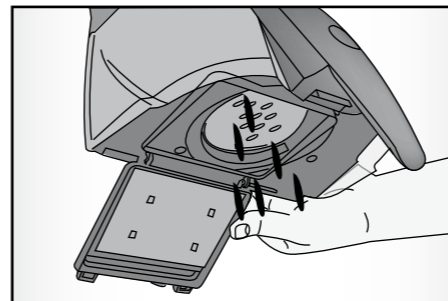

Fig. 9
- Освободить пылесборник (7) от грязи (Рис. 9).
- Для установки на место поместить фильтр на пылесборник (7) и повернуть его по часовой стрелке. Закрыть крышку до щелчка.
- Поместить пылесборник (7) на место, предусмотренное на корпусе прибора (8), и заблокировать до щелчка.